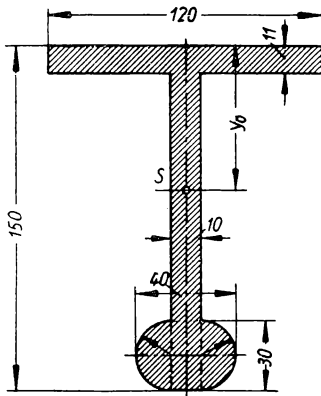

Bild 72
**211.** Gegeben ist der Querschnitt eines Wulfstahles nach Bild 72. Gesucht wird die Schwerpunktslage  $y_0$ .